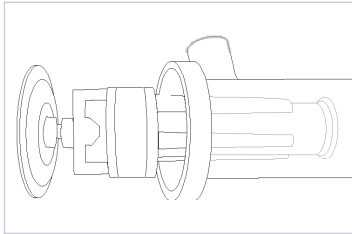

Abbildung 10
4. Entfernen Sie den verschiebbaren Lufttrichter (und Feder, sofern vorhanden) vom Gehäuse des Phasitron®. (Abb. 10)